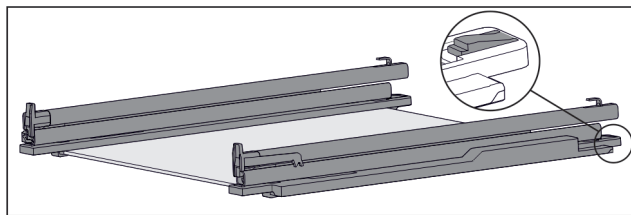

Fig. 110 Стъклена плоча с релси и задържащи части
- ▶ Натиснете надолу задържащата част отзад (виж Fig. 110) и едновременно с това избутайте релсата назад.